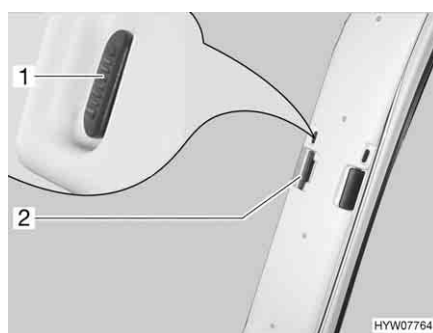

Fig. 58 Tendina oscurante pieghevole per il parabrezza
- Tirare il bottone di bloccaggio (Fig. 58,1) verso l'alto.
- Portare la tendina oscurante pieghevole del parabrezza per la maniglia (Fig. 58,2) verso il centro della finestra.
- Tirare verso l'esterno le due metà della tendina oscurante pieghevole del parabrezza per la maniglia (Fig. 58,2) fino all'arresto.
- Spingere il bottone di bloccaggio (Fig. 58,1) in basso.